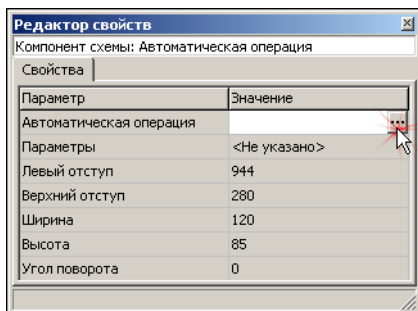

Рис. 4.58.
2. На панели **Редактор свойств** щелкните мышью в ячейке со значением параметра **Автоматическая операция** и нажмите кнопку выбора значения параметра (рис. 4.58).